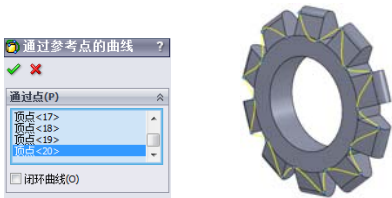

图 6-8 [通过参考点的曲线] 属性管理器
2. 在 [通过参考点的曲线] 属性管理器中单击 [通过点] 栏下的显示框，然后在图形区域按照要生成曲线的次序来选择通过的模型点。此时模型点在该显示框中显示，如图 6-8 所示。